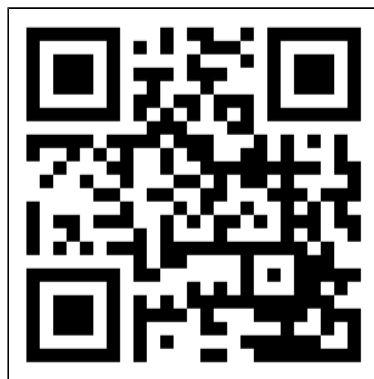

Figure 96.
1. Ouvrez le manuel de l'application Eurom Smart avec le QR-code (Figure 96) ou rendez-vous sur www.eurom.nl/nl/manuals.